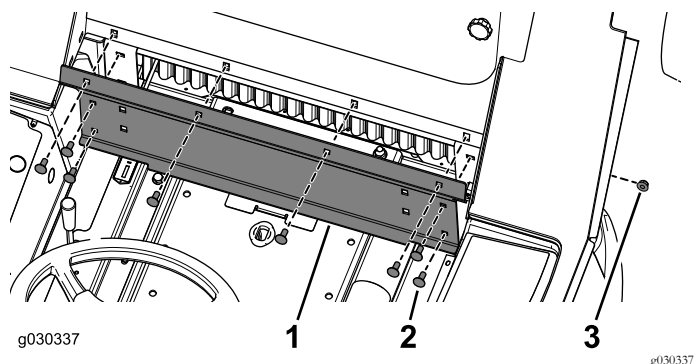

Figura 23
1. Fixe o painel posterior à cabina utilizando os 8 parafusos de carroçaria (5/16 pol. x $\frac{3}{8}$ pol.) e as 8 porcas de bloqueio (Figura 23).